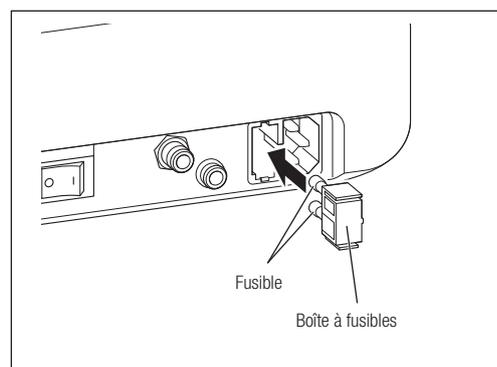

Fig. 60
- 3) Retirez le porte-fusible à l'arrière du boîtier de contrôle tout en maintenant les pointes poussées vers l'intérieur aux deux extrémités (Fig. 60).